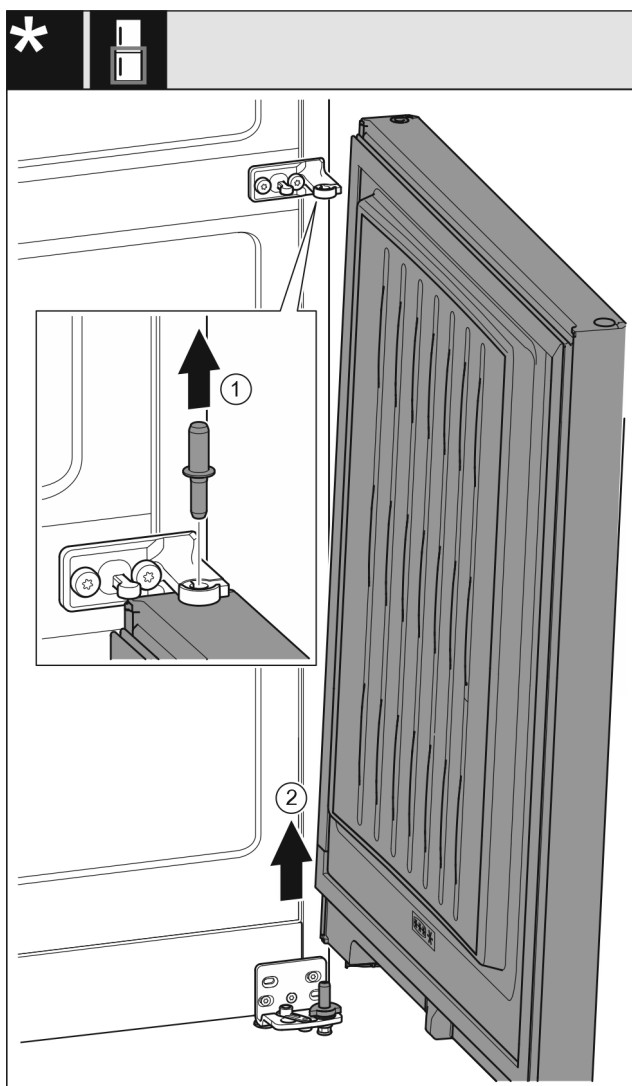

Fig. 8
- ▶ Extraer el perno hacia arriba. Fig. 8 (1)
- ▶ Girar la puerta hacia fuera, tirar de ella hacia arriba y colocarla a un lado. Fig. 8 (2)